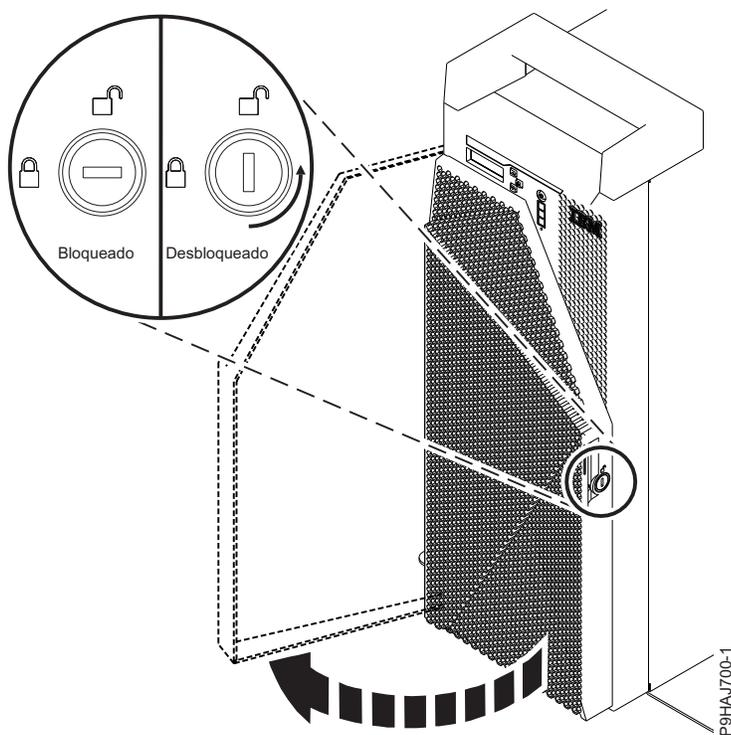

Figura 9. Desbloqueando a porta frontal
1. Insira a chave da porta frontal na fechadura, como mostrado na Figura 9 na página 26. Gire a chave para a esquerda (sentido anti-horário) para desbloquear a porta. A horizontal está bloqueada; a vertical está desbloqueada. Abra a porta frontal.